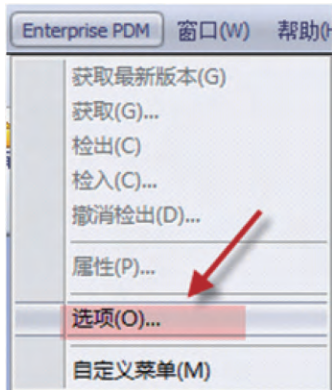

图 7
(1) 在 SolidWorks 中，在“Enterprise PDM”菜单下选择“选项”一项。如图 7 所示。